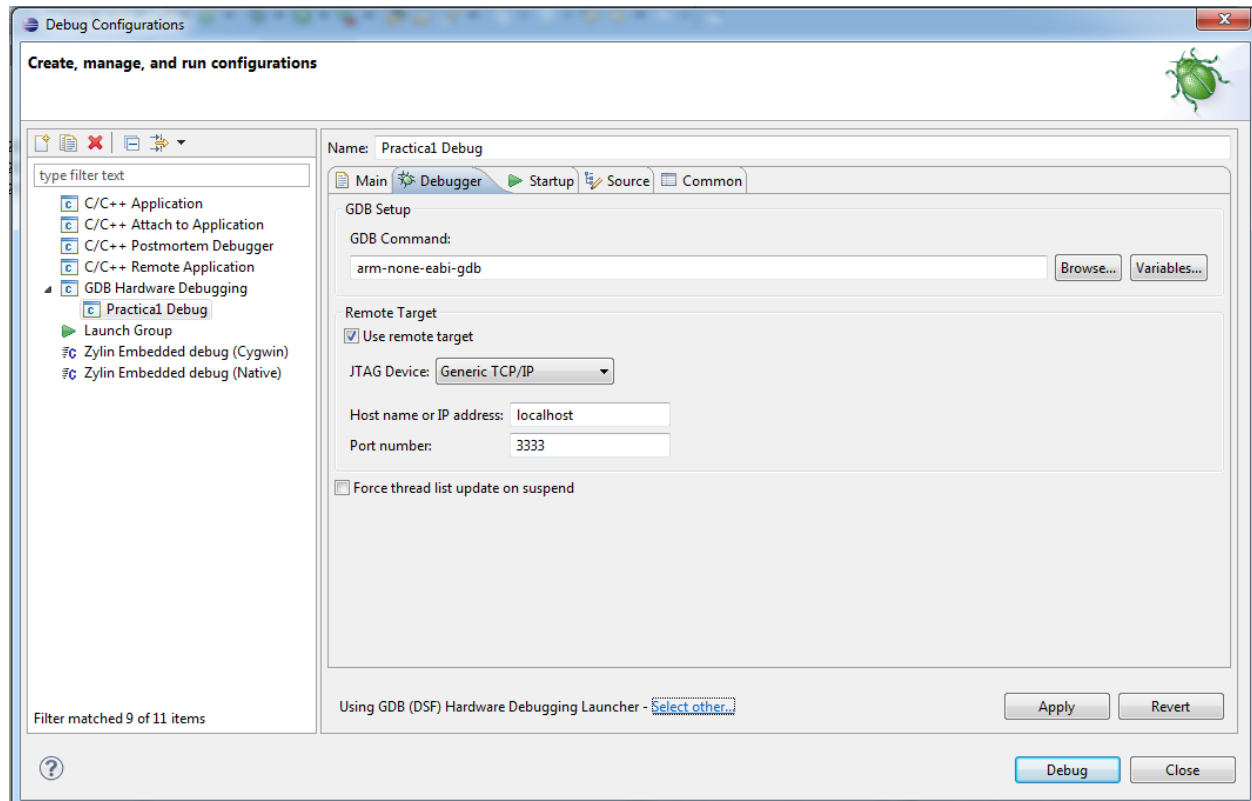

Figura 9: Configuración del depurador
- 8) A continuación configuraremos las settings para ejecutar el fichero .elf en la placa. Vamos a la pestaña *Debugger* y en *GDB Command* escribimos *arm-none-eabi-gdb*. En *Port Number* damos el valor 3333, tal y como muestra la figura 9. En la parte inferior pulsamos *Select other* y en la nueva ventana marcamos *Use configuration specific settings* y seleccionamos el *Standard GDB Hardware Debugging Launcher*.